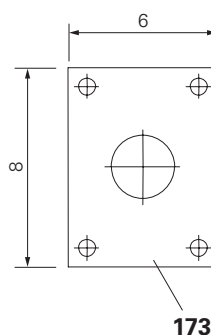

Fig. A3.20
1. Controllare lo spazio necessario per la piastra di posizionamento ancoraggio M30 (**173**). Sono necessarie distanze laterali di 3 cm o 4 cm. (Fig. A3.20 + A3.21)